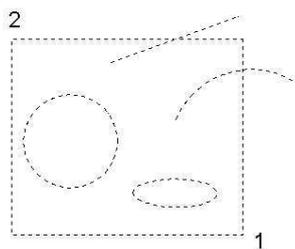

Рис.2.8
**Auto.** Помістіть квадратний маркер на вільному полі креслення так, щоб він не перетинав жодного об'єкту, і натисніть ліву кнопку миші. Цім ви визначите кут рамки вибору. Переміщуйте мишу вправо, формуючи прямокутну рамку. Натисніть ліву кнопку миші для фіксації другого кута рамки. Всі об'єкти, що повністю потрапили у рамку стануть виділеними (рис. 2.8).